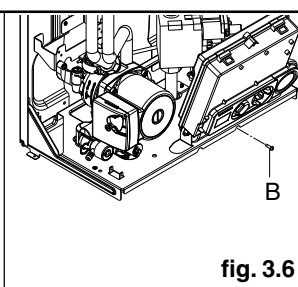

fig. 3.6
- svitare le viti di fissaggio (B) del cruscotto (fig. 3.6)